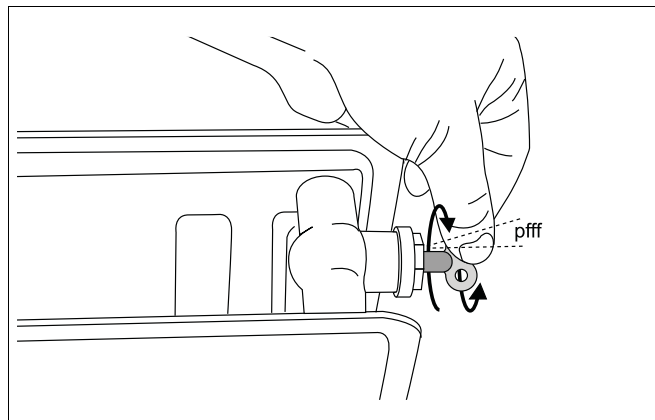

Fig. 60 Sfiato dell'impianto di riscaldamento
- Sfiatare l'impianto di riscaldamento mediante le valvole di sfogo aria dei radiatori. Iniziare l'operazione dal piano inferiore dell'edificio e proseguire con i piani più alti (fig. 60).